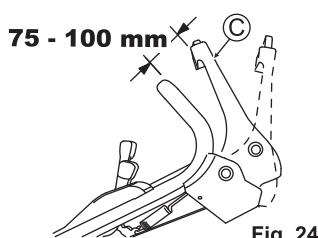

Fig. 24
Ajuste de maneira que a lâmina comece a girar quando a distância entre o manipulo da lâmina (C) e o guiaador for de 75 - 100 mm com o botão amarelo pressionado, como mostrado na fig. 24.